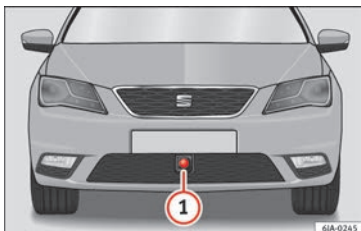

Fig. 190 En el paragolpes delantero: sensor de radar.
En el paragolpes delantero va montado un sensor de radar para captar la situación del tráfico » **fig. 190 ①**.